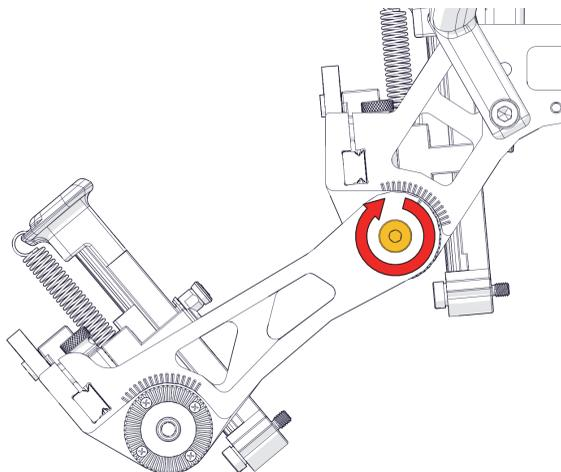

Figure 1-56 Serrage de la vis du bras
3. Serrez la vis du bras (Figure 1-56 à la page 68).